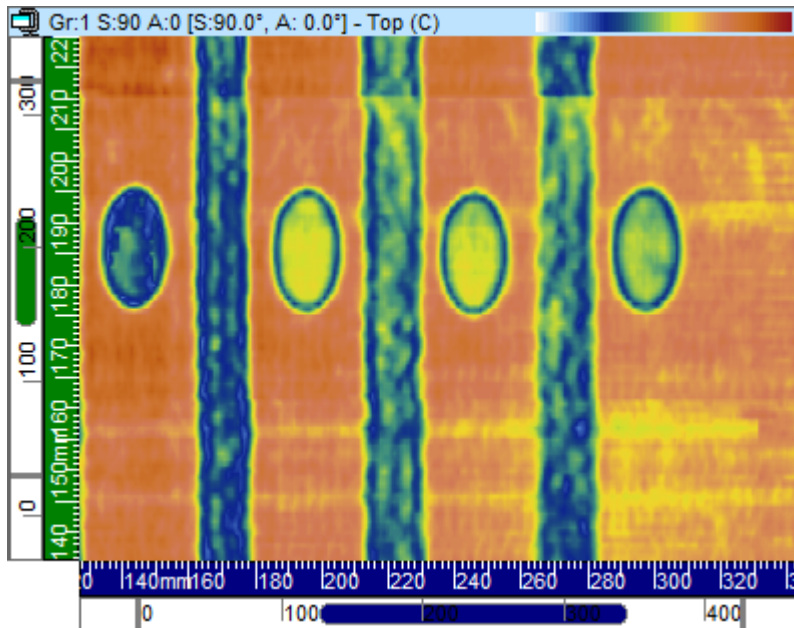

Abbildung 3-24 Draufsicht (C) (Beispiel)
Die **Draufsicht (C)** (siehe Abbildung 3-24 auf Seite 109) ist eine zweidimensionale grafische Darstellung der als Draufsicht auf den Prüfkörper dargestellten Prüfdaten. Eine der Achsen ist die Scan-Achse und die andere ist die Index-Achse. Die Position der angezeigten Daten entspricht einer Position des Weggebers während der Datenerfassung. Die Farbe einer Position in dem projizierten Bild entspricht der maximalen Amplitude an dieser Position, unter Berücksichtigung des gewählten Bereichs der Tiefenlage.